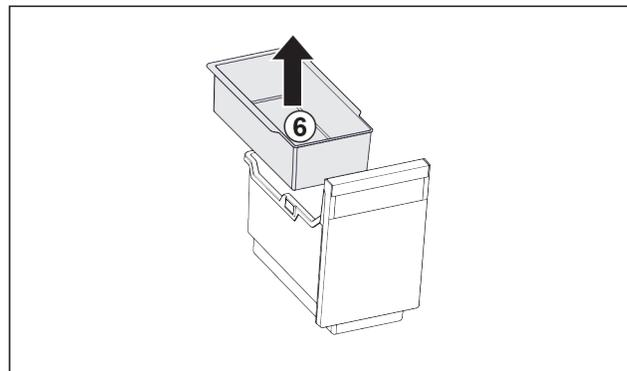

Fig. 100
- Retirer le Fig. 100 (6) balconnet pour glaçons.